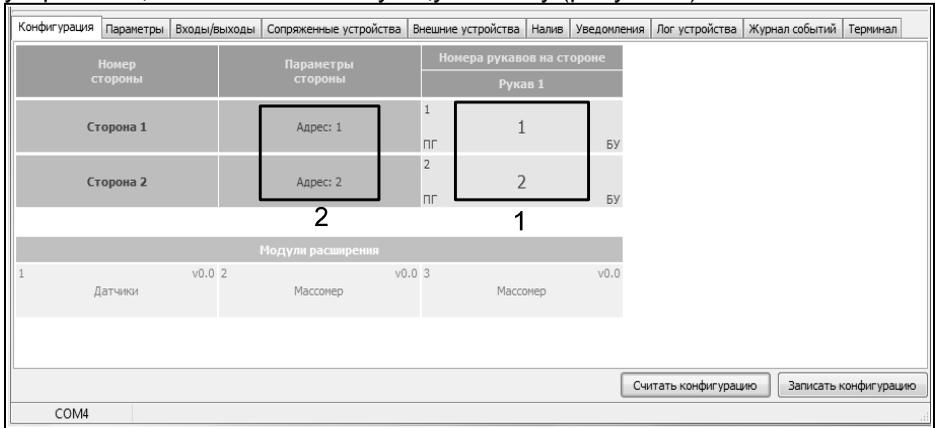

Рисунок 4
9.3 На первой вкладке программы считать конфигурацию устройства, нажав соответствующую кнопку (рисунок 4).